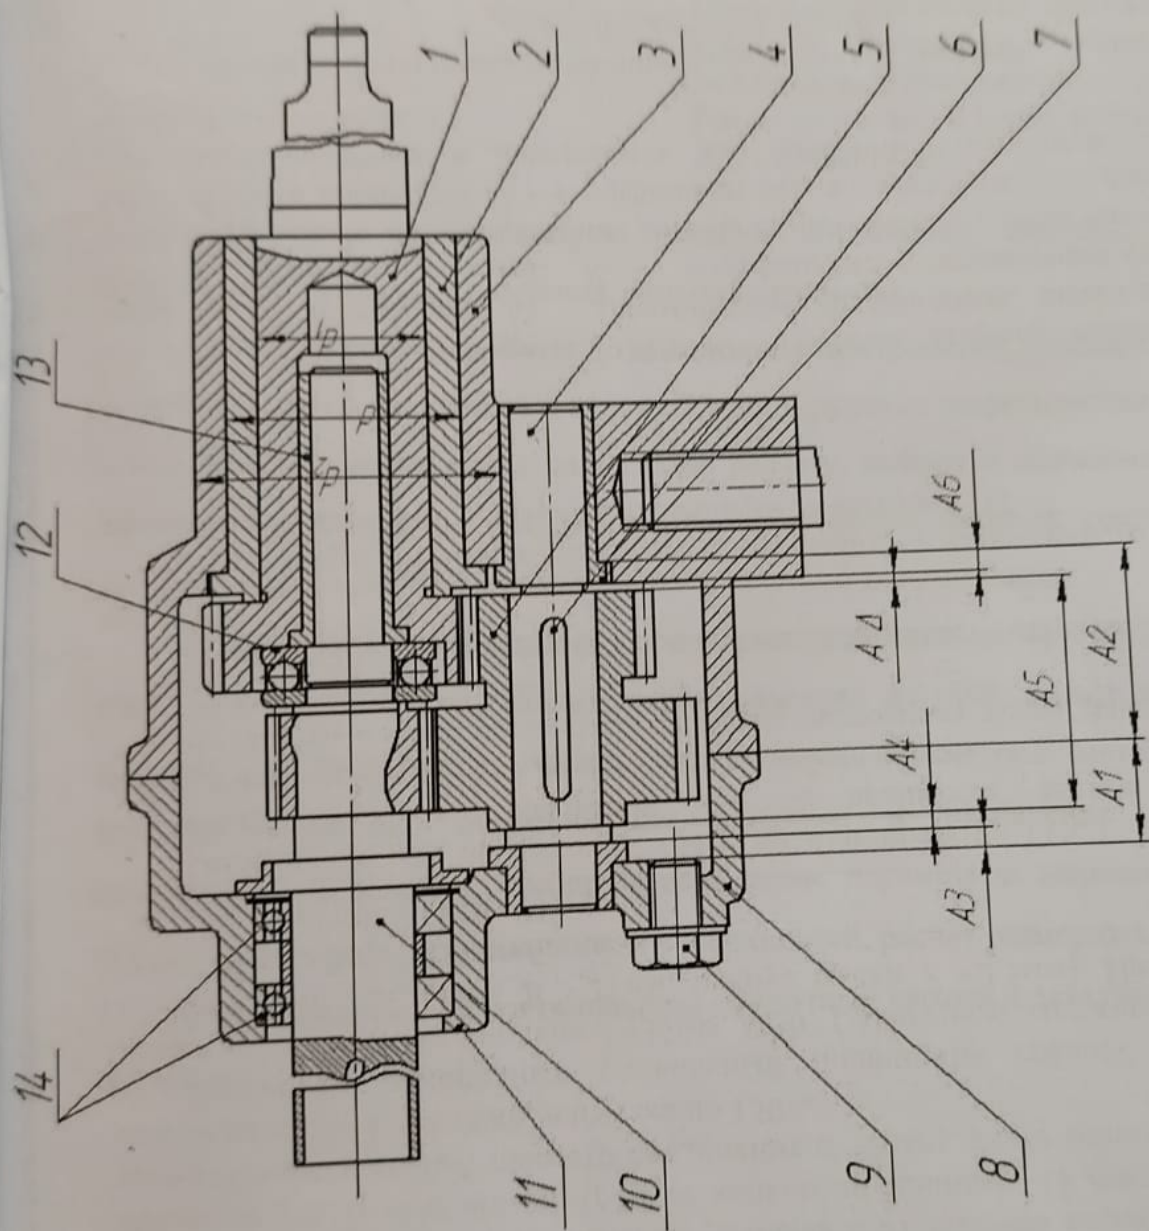

Рисунок 1 – Приспособление к сверлильному станку
1. Описание работы узла приспособления к сверлильному станку (рисунок 1).